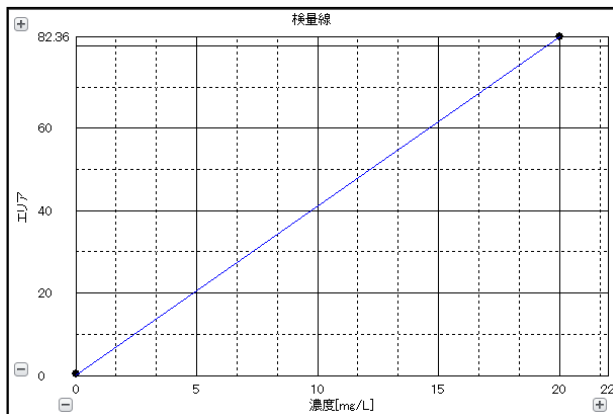

図5 検量線測定データ
0、20 mgC/Lの炭酸ナトリウムおよび炭酸水素ナトリウム水溶液をIC測定することにより検量線を作成しました。測定データを図5に示します。